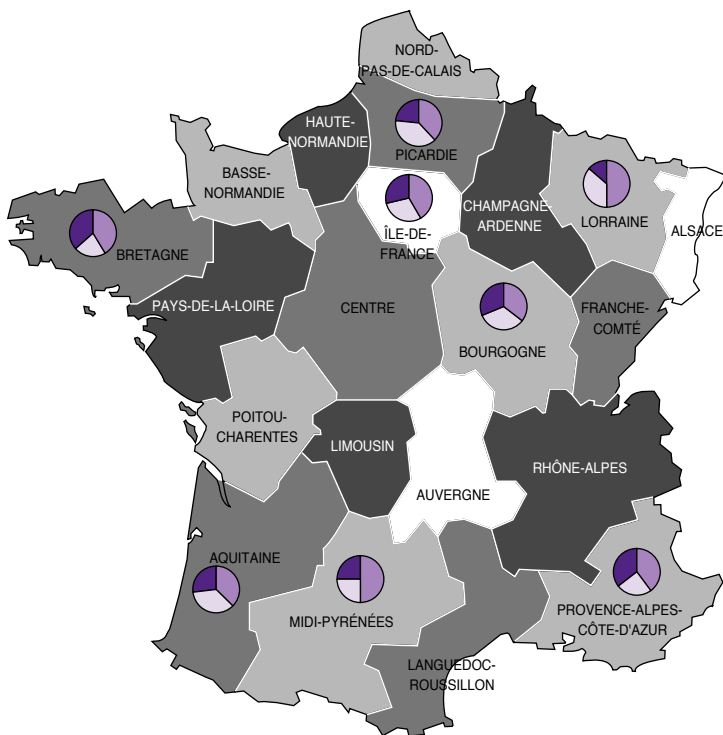
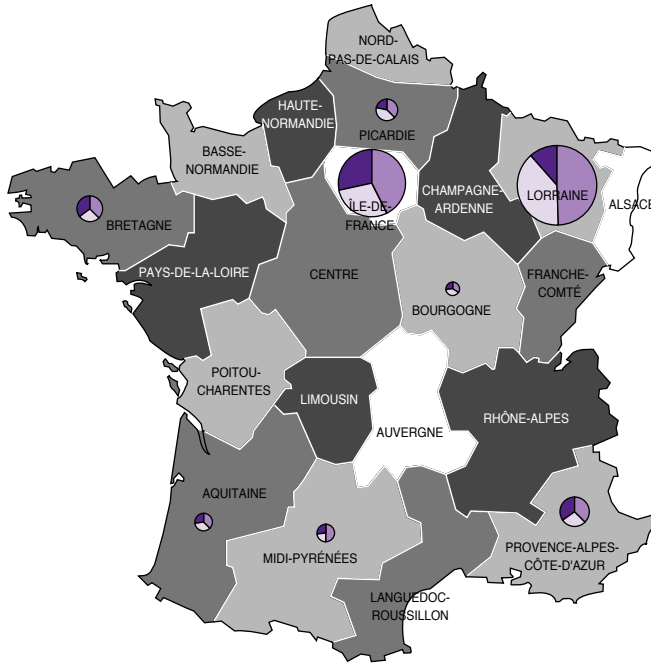

Figure 2.7.1. Graphique à secteur
Figure 2.7.2. Graphique à secteur de taille variable
Jusqu'à la version 2000, l'outil de cartographie MapPoint® était intégré au sein de la suite bureautique Office®. Par la suite, au fil des mises à jour, le logiciel est devenu assez conséquent, et Microsoft a préféré le proposer en option. C'est un produit particulièrement puissant et toujours parfaitement compatible avec la suite Office. Un simple copier/coller est en effet suffisant pour transférer les informations entre Excel et MapPoint. Ainsi, pour générer une carte telle celle proposée figure 2.7.1, il suffit de suivre les quelques instructions suivantes :
- 4) L'outil de cartographie reconnaît automatiquement les noms des régions, ventile correctement les données et propose plusieurs options pour les représenter. Pour la figure 2.7.1., nous avons choisi l'option « Graphique à secteur ». Il est aussi tout à fait possible de mettre en évidence graphiquement les différences de volumes afin de mieux attirer l'attention. Pour la figure 2.7.2, nous avons choisi l'option « Graphique à secteur de taille variable ».